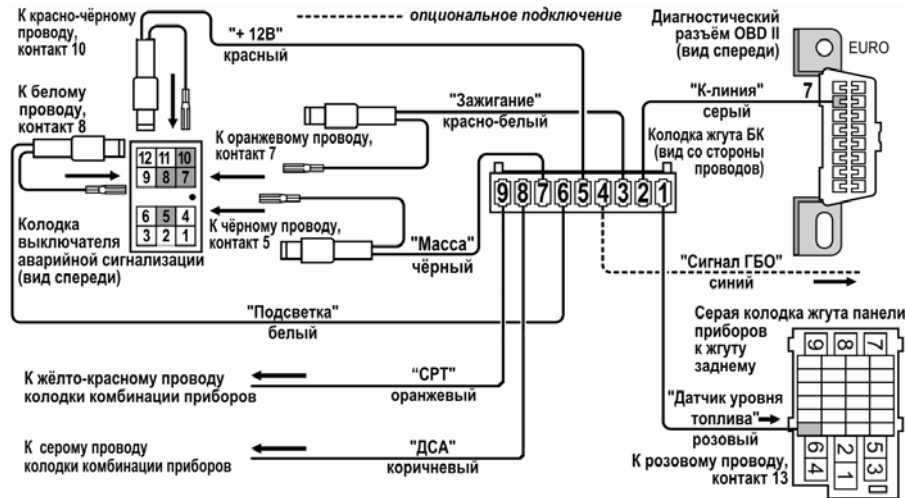

Рис.1 Схема подключения БК
3.1.7 Протяните серый провод К-линии из жгута до диагностической колодки (см. Рис.5) и подключите его к диагностической колодке (см. Рис.1).